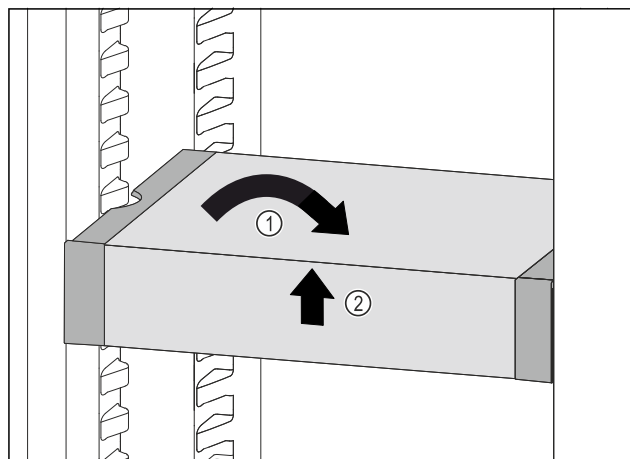

Fig. 177
- VarioSafe gerade stellen. Fig. 177 (1)
- VarioSafe vorne anheben. Fig. 177 (2)